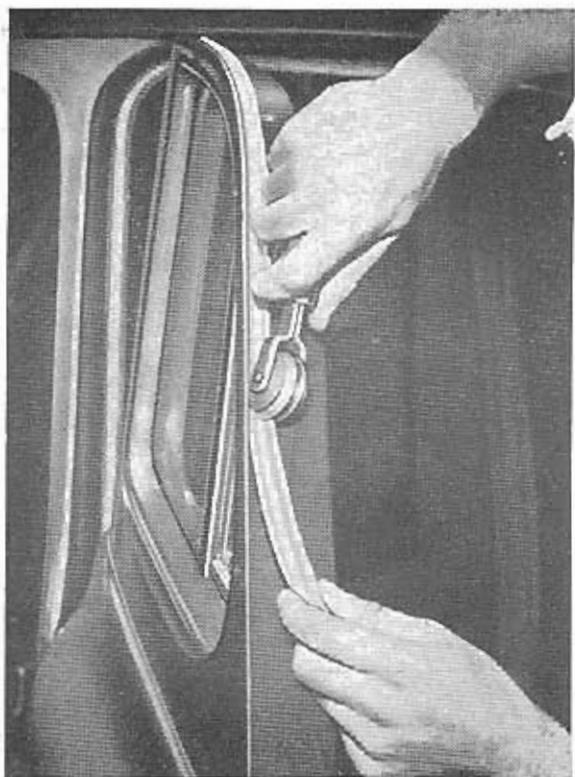

Abb. 91
- d) nach ungefähr 10 Min. kann die Gummi-Dichtungseinlage an der entsprechenden Stelle angeklebt werden. Es ist jedoch notwendig, die Dichtungseinlage gründlich anzupressen — siehe Abb. 91.